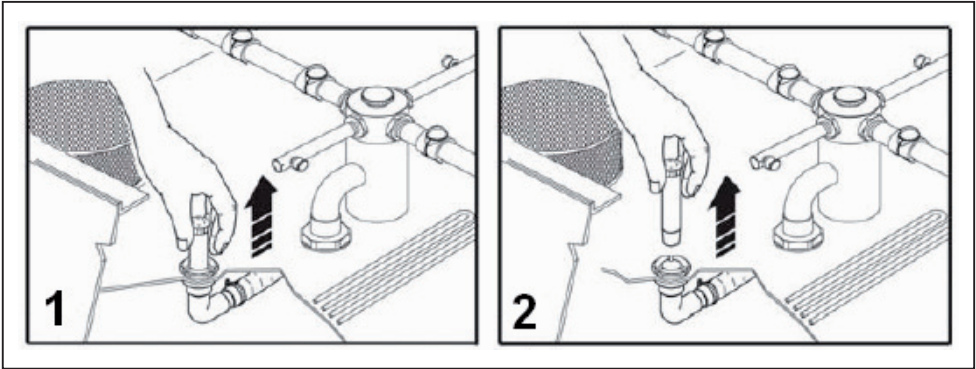

Fig. 16
2. togliere il tubo di troppo pieno (fig. 16, pagina 24)